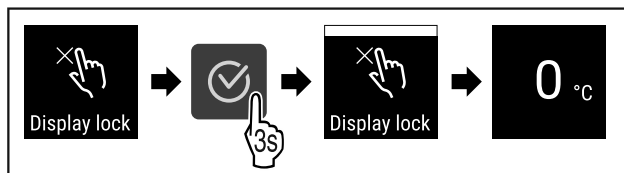

Fig. 66
- ▶ Végezze el a gyakorlati lépéseket (lásd Fig. 66).